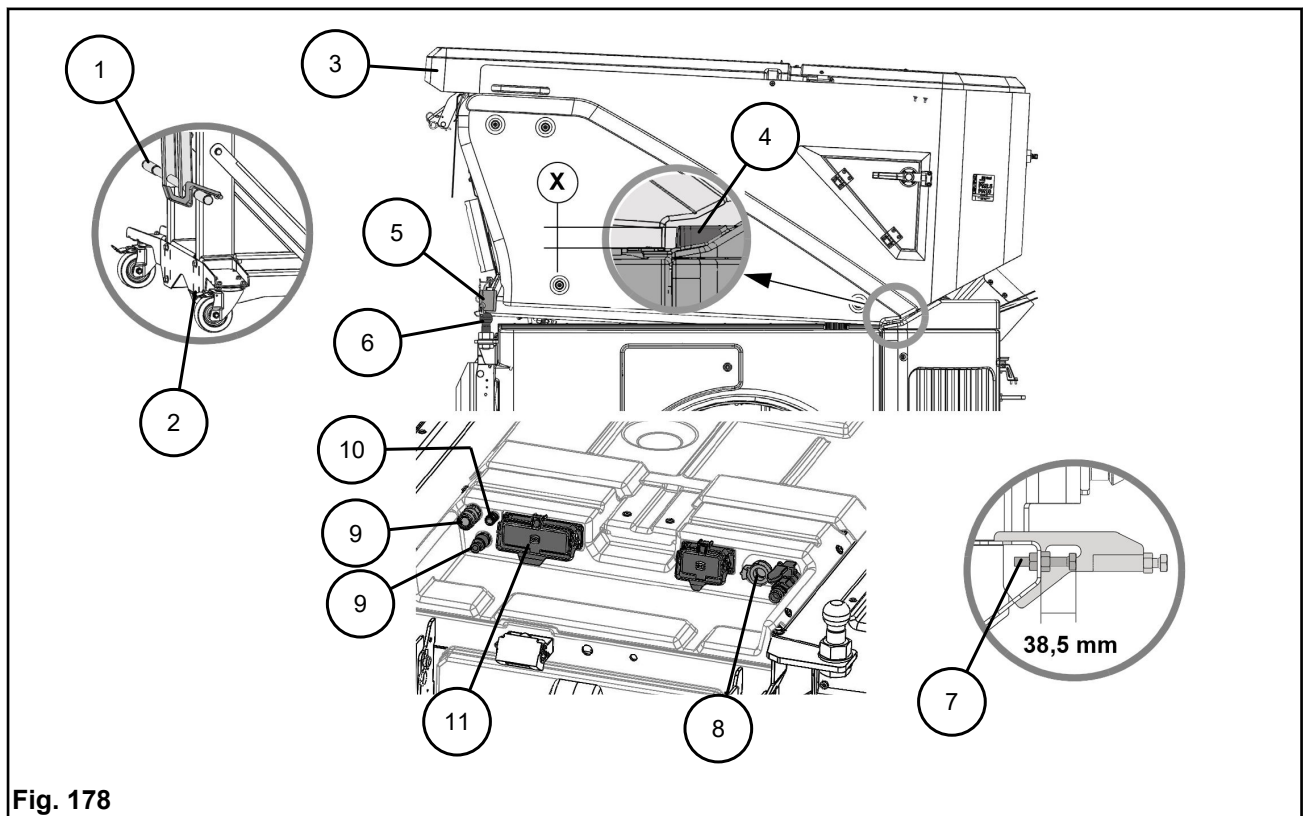

Fig. 178
- a) Placera sopmaterialbehållaren över bakvagnen och kontrollera spaltmåttet **Fig. 178-X** med 5 till 10 mm. Korrigera vid behov med skruven **Fig. 178-7**.